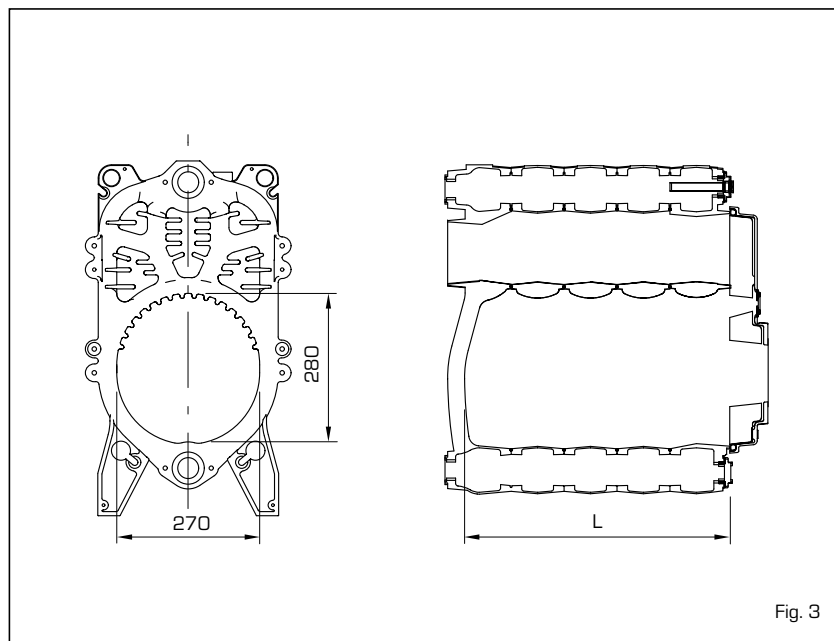

Fig. 3
1.5 CAMERA DI COMBUSTIONE (fig. 3)
La camera combustione è del tipo a passaggio diretto ed è conforme alla norma EN 303-3 allegato E. Le dimensioni della camera di combustione sono riportate in fig. 3.
1.6.3 Montaggio del bruciatore (fig. 3/a)
La porta della camera di combustione è predisposta per il montaggio del bruciatore (fig. 3/a).